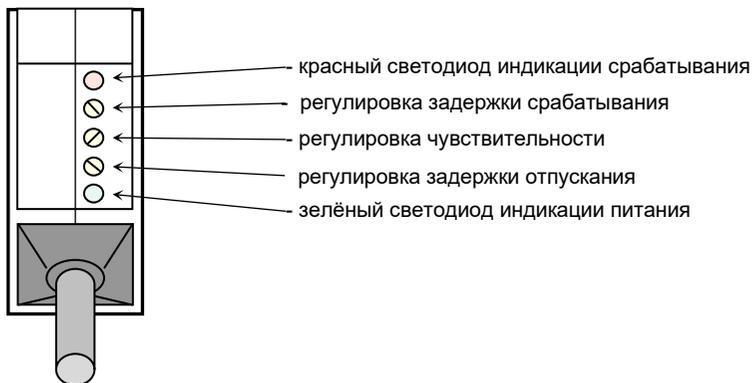

Рисунок 2 - Расположение органов индикации и регулировки
3.8 Органы индикации и регулировки размещены на задней панели выключателя. Их расположение показано на рис. 2.